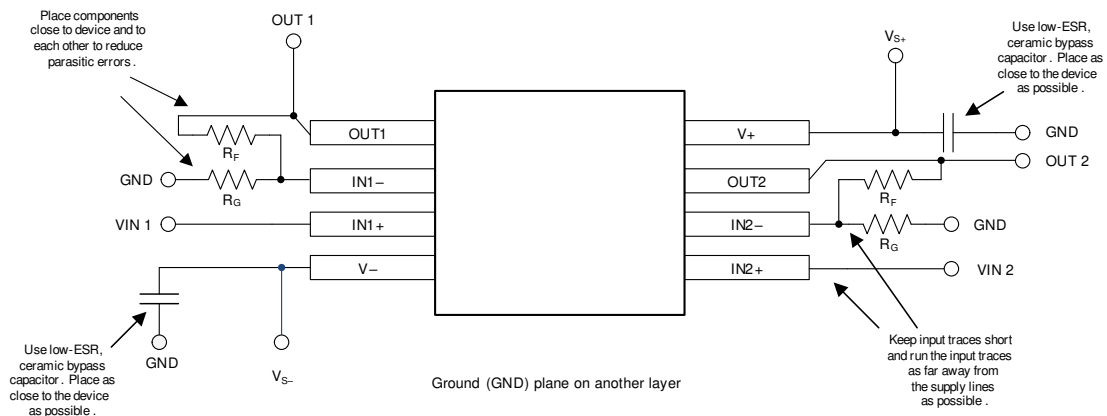

図 7-4. レイアウト例
- 外付け部品は、可能な限りデバイスに近く配置します (図 7-4 を参照)。 R_F と R_G を反転入力に近付けて配置すると、寄生容量を最小化できます。